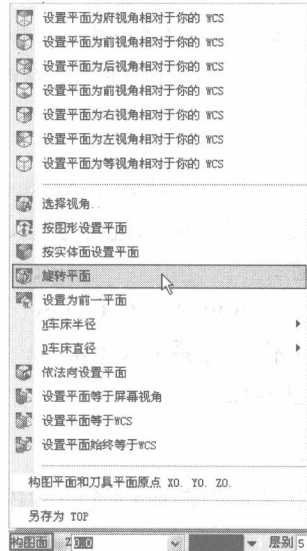

图 1-16 构图面快捷菜单
- 构图面: 单击该区域将打开如图 1-16 所示的快捷菜单, 用于选择、创建和设置构图平面。